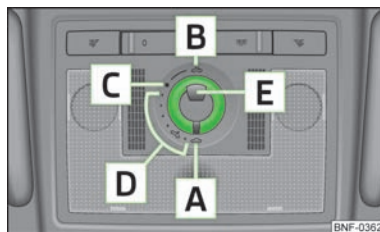

Fig. 19
Det elektriske panoramaskyde-/vippetag (efterfølgende kun kaldt skyde-/vippetag) kan kun betjenes, mens tændingen er tilsluttet, med drejekontakten » Fig. 19. Drejekontakten har flere positioner.
- Drej kontakten til position **C** » Fig. 19.
- Drej kontakten til position **A** » Fig. 19.